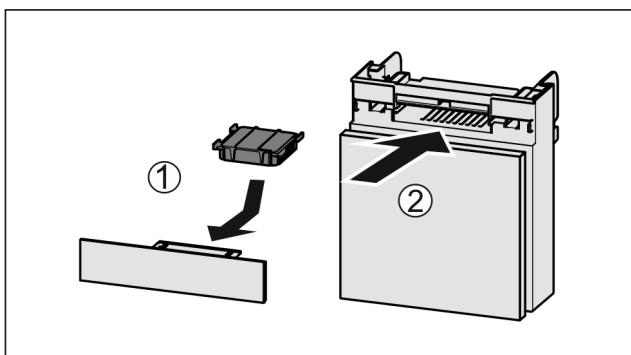

Fig. 99
- Aktivni ogleni filter vstavite Fig. 99 (1) skladno s prikazom na sliki.
- Predal potisnite noter Fig. 99 (2).